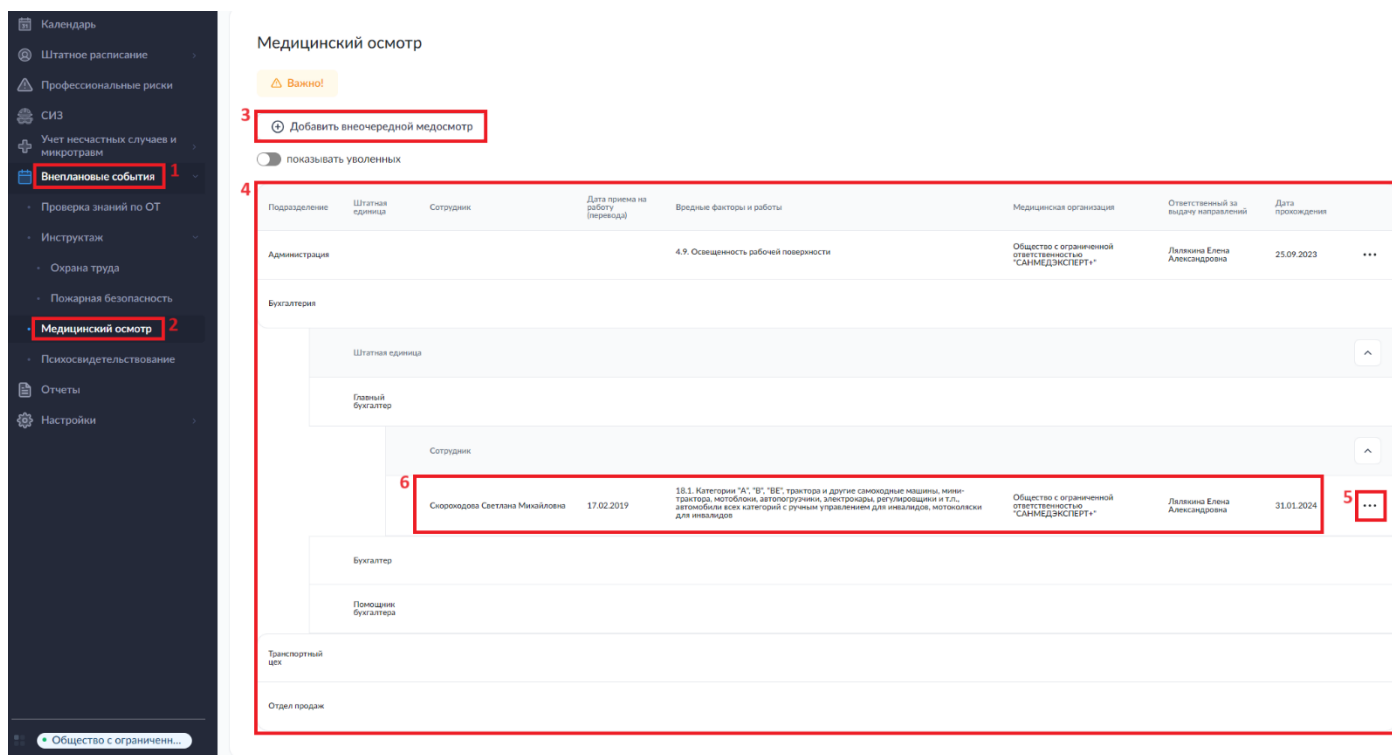

Рисунок 94. Раздел «Внеплановые события». Подраздел «Медицинский осмотр»
Внесение в систему сведений о внеочередном медицинском осмотре проводится в подразделе «Медицинский осмотр» (2) раздела (1) «Внеплановые события» (рис. 94). Для того, чтобы внести в систему информацию о внеочередном медицинском осмотре необходимо нажать на кнопку «Добавить внеочередной медосмотр» (3).